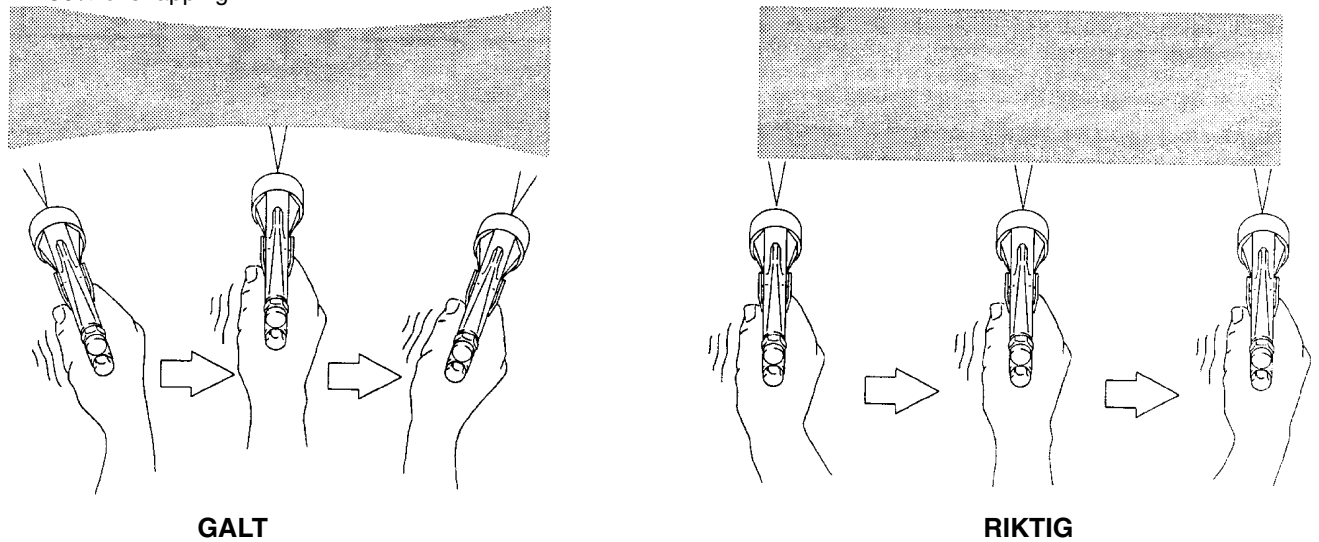

Fig. 20
1. For å oppnå det beste resultat ved påføring av en væske holdes pistolen vinkelrett på flaten og i en konstant avstand på ca. 150 til 200 mm fra gjenstanden som skal sprøytes. Se Fig. 20.